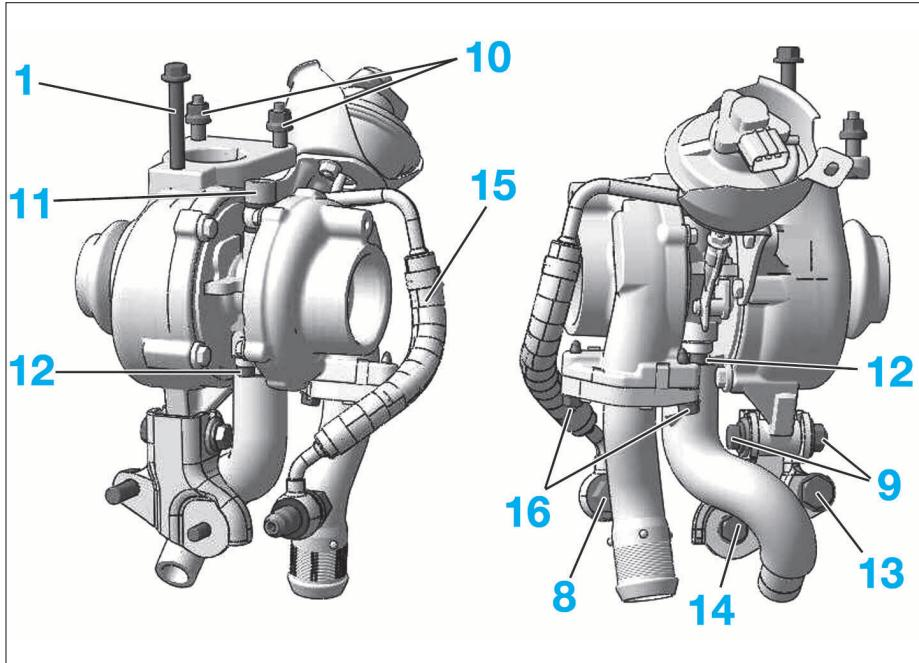

FIG. 51
- Remplacer systématiquement tous les joints déposés et les écrous (10) (Fig.51).
- Mettre en place le tube de graissage (15) avec joints neufs.
- Serrer la vis raccord (11) à 2.8 daN.m.
- la vis (13) à 3,7 daN.m
- la vis (14) à 1,5 daN.m
- les vis (12) à 1 daN.m
- la vis creuse (8) munie de joints neufs à 4 daN.m
- les vis (16) à 1 daN.m
- la vis (1) à 2,5 daN.m